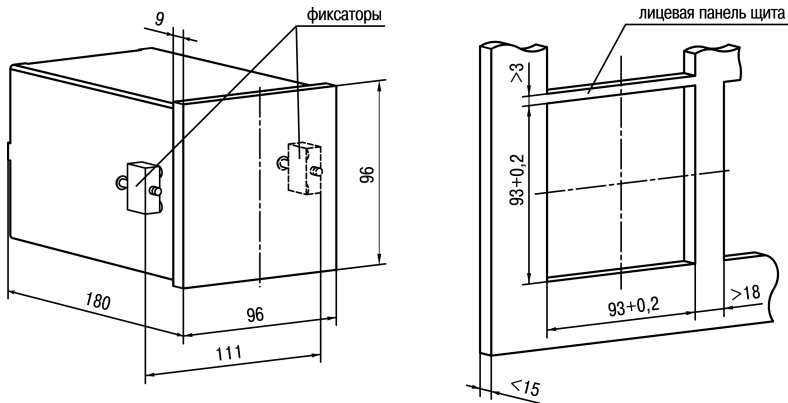

Рисунок 4.2 – Габаритные размеры корпуса
1. Подготовить на щите управления место для установки прибора (см. *рисунок 4.2*).